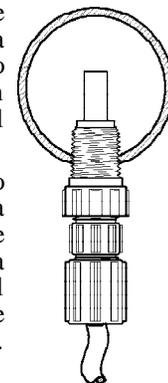

FIGURA 6
- La corrosión de la tubería puede resultar si la dilución en el punto de inyección no ocurre rápidamente. Este problema se evita fácilmente observando una simple regla: instale el conector de inyección de forma que su extremo final esté en el centro de la corriente del flujo de la línea a ser tratada. Recorte la punta del inyector según se requiera. Vea la Figura 6. Los ensambles de inyección largos están disponibles para líneas de agua grandes. Consulte a su distribuidor para mayor información.